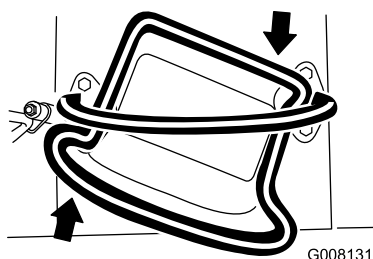

Figura 11
- Para girar a la derecha, gire el control de tracción en el sentido de las agujas del reloj (Figura 11).